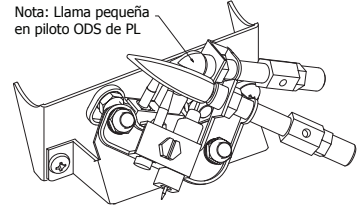
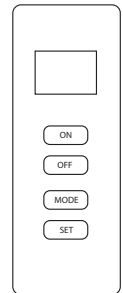

Fig. 27 - Piloto
Fig. 28 - Remoto
6. Con la perilla de control oprimida, presione el botón del encendedor hasta que el piloto se encienda. La ubicación del piloto es atrás del leño #3 cerca del centro del quemador. (Ver Fig. 27).
7. Mantenga oprimida la perilla de control durante (30) segundos después de que el piloto encienda. Suelte la perilla de control.
- Si el piloto se apaga repita los pasos 3 al 7. Espere (1) minuto antes de intentar encender el piloto de nuevo. Si después de varios intentos el piloto todavía se apaga, gire la perilla de control del gas hacia la derecha  a la posición "OFF" y llame a un técnico de servicio calificado.
9. Para usar el control remoto termostático incluido, coloque el interruptor del receptor en la posición "REMOTE" (Ver Fig. 28). Presione el botón ON para encender el control remoto y encender el quemador principal. Consulte el manual de instrucción del control remoto en la siguiente página para las funciones "MODE" y "SET".